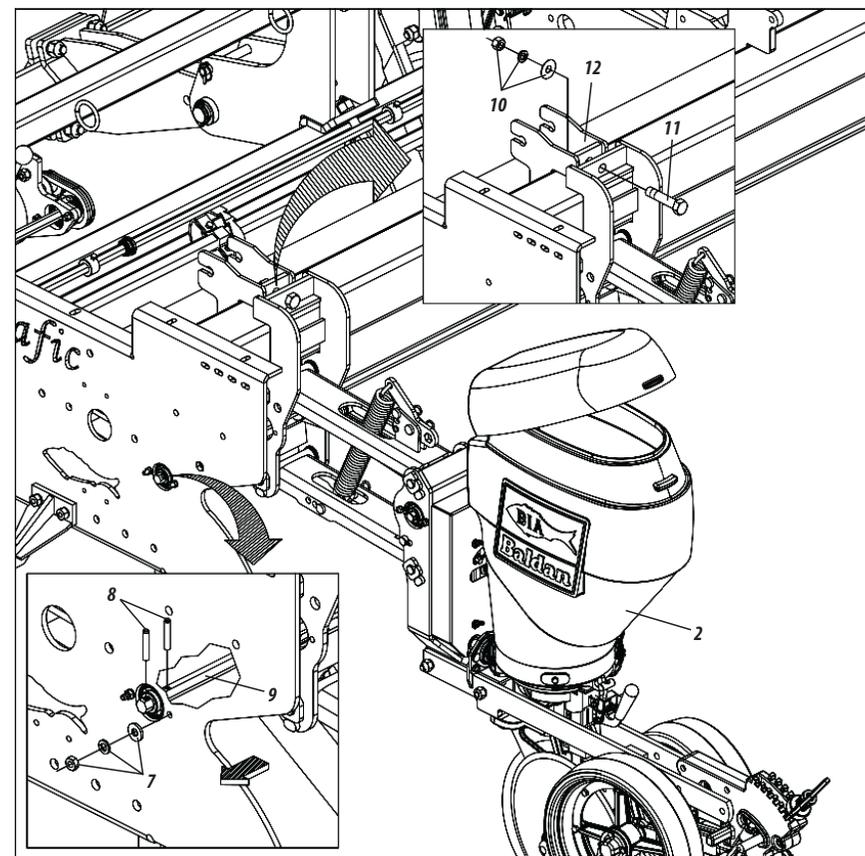

Figura 14
- 4- Para regular os espaçamentos, primeiro solte as arruelas e porcas (7), retire os pinos elásticos (8) da ponta do eixo sextavado (9). Em seguida, puxe o eixo sextavado (9) retirando-o da linha.
- 5- Depois, solte as arruelas e porcas (10) e o parafuso (11) da abraçadeira (12) e retire a linha pantográfica (13).
- 6- Finalize, recolocando o eixo (9), os pinos elásticos (8) e reaperte as arruelas e porcas (7), **conforme mostra a figura 14.**